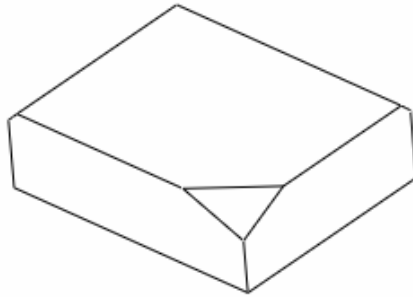

图 13-10
- (6) 按回车键确认，模型中相邻的一条边高亮显示为蓝色。
- (7) 系统提示“在蓝色边上给尺寸选择位置，或从菜单选择“输入”。”
- (8) 在【选出/输入】菜单中单击【输入】选项。
- (9) 在系统显示的文本栏中输入值“20”。
- (10) 按回车键确认，模型中相邻的一条边高亮显示为蓝色。
- (11) 系统提示“在蓝色边上给尺寸选择位置，或从菜单选择“输入”。”
- (12) 在【选出/输入】菜单中单击【输入】选项。
- (13) 在系统显示的文本栏中输入值“40”。
- (14) 按回车键确认，单击模型对话框中的【确定】按钮，结果如图 13-10 所示。